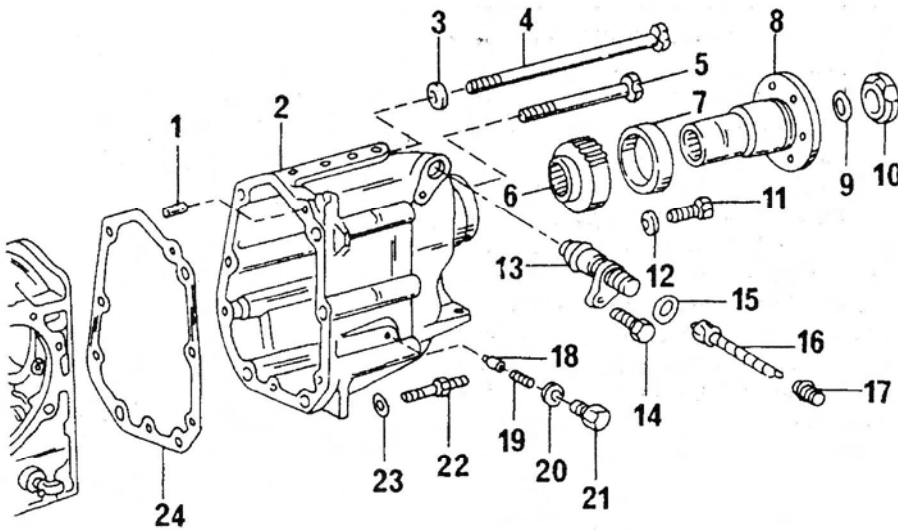

Рис. 167. Детали задней крышки
7.2.2 Снятие и установка задней крышки коробки передач (Рис. 167)